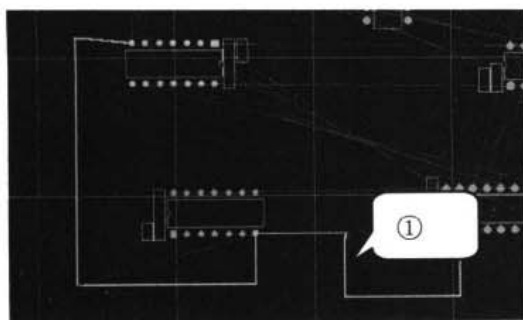
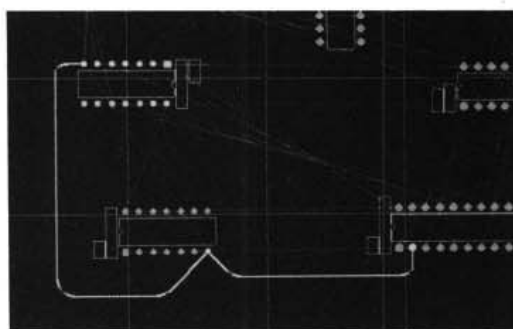

图 14-2 布线成直角
图 14-3 正确布线方法
若要对电路进行手工布线,就应执行菜单命令 Place|Line,进行手工布线。将鼠标移到需要布线的位置,单击左键,确定放置导线的起始位置,移动鼠标到布线的终止位置,单击左键,确定布线的终止位置。布线完成后,单击右键或按 Esc 键,即可退出布线状态。同时,在进行布线时,应遵守在信号线之间不能布直角,电源线要加粗等原则。图 14-2 中的①为布线不符合规则(布线成直角)的例子,图 14-3 才是正确布线的例子。